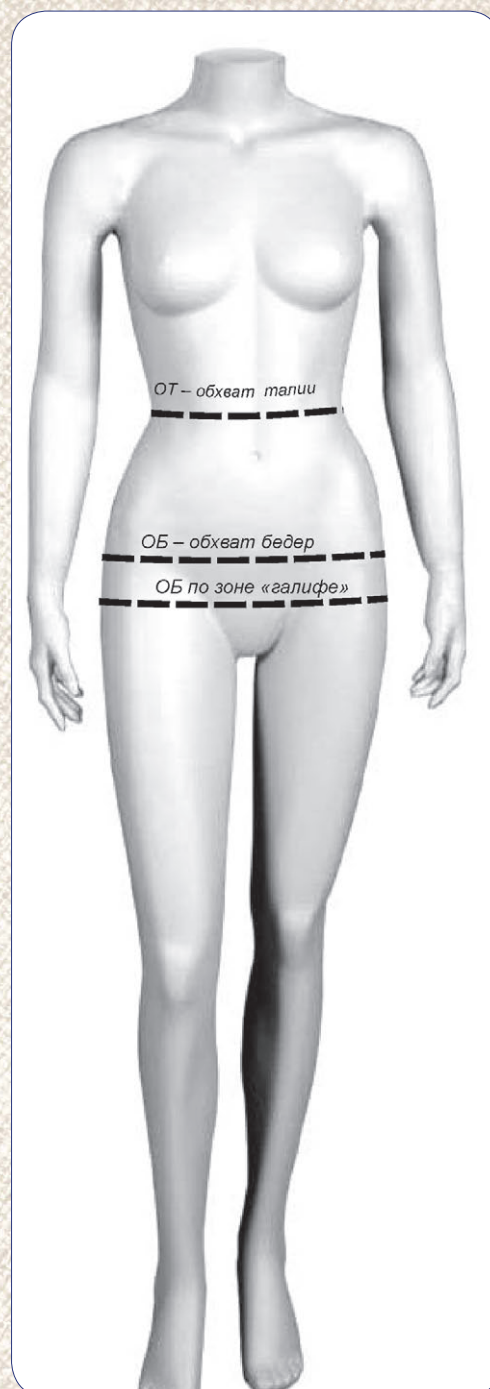

Рис. 2
2. Обхват талии (рис. 2).
3. Обхват бедер (рис. 2).
Измеряется по самым выпуклым точкам ягодиц. Для женщин, у которых есть «эффект галифе», рекомендуется также продублировать мерку (измерить объем чуть ниже ягодиц по выступающим частям «галифе», рис. 2). Если вторая мерка значительно меньше первой, используйте вторую, особенно в изделиях, которые предполагают узкие силуэты, например юбка-футляр. Подгонку изделия в этом случае придется производить непосредственно при примерке смётанного изделия.